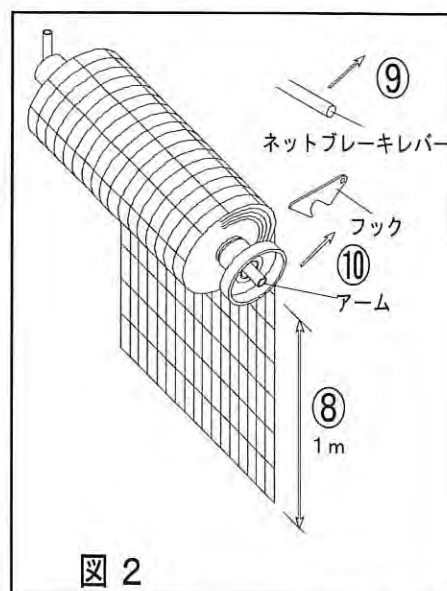

図 2
5. ネットを図 2 のように 1 m 程度引き出す⑧。
6. ネットブレーキレバーを解除方向に押しながら⑨、アームを戻し⑩、フックで固定する。